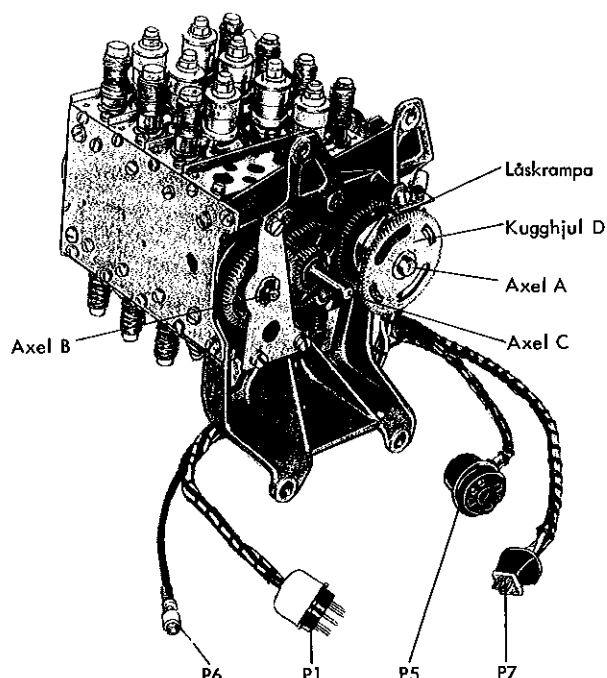

Bild 82. Mottagarens avstämningsenhet
2. Lossa den gula sjupoliga stiftproppen P1 (bild 82) och koaxialproppen P6 som ansluter avstämningsenheten till MF-LF-enheten.
12. Kontrollera att skivorna 3—4 förflyttas från mittläget till max-läget när axeln A med excenterskivorna 1—2 vrids från max-läget till min-läget. Lossa låskrampan på axeln A (bild 82) så att kugghjulet på axeln slirar. Axeln A kan då vridas utan att rörelsen överförs till axeln B. När skivorna intar rätt inbördes läge, fäster man åter låskrampan.